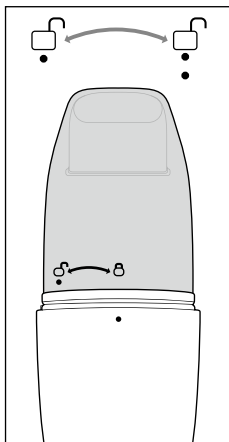
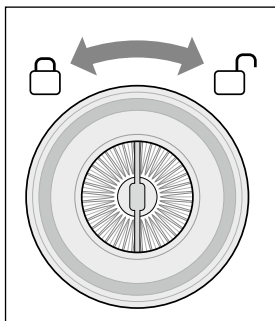

Fig. 6
Fig. 9
1. Al abrir el depósito de suciedad ❸, observe las marcas ● situadas bajo el símbolo □ del depósito de suciedad ❸ y en el borde del aparato. Sujete el aparato por el mango ❹ y gire el depósito de suciedad ❸ hasta que ambas marcas estén la una encima de la otra (consulte la fig. 6).
6. Vuelva a colocar el depósito de suciedad **3** en el aparato. Para ello, asegúrese de que las dos marcas ● situadas bajo el símbolo □ del depósito de suciedad **3** y en el borde del aparato queden la una sobre la otra (consulte la fig. 6). Gire el depósito de suciedad **3** hasta que la marca ● del borde del aparato quede debajo del símbolo □ del depósito de suciedad **3** y el depósito de suciedad **3** encastre audiblemente en el aparato.
- Cambie regularmente el filtro de polvo ❸ para garantizar el funcionamiento correcto e higiénico del aparato.
1. Extraiga el filtro de polvo ❸ con la carcasa del filtro ❹ del depósito de suciedad ❷ (consulte el capítulo **Vaciado del depósito de suciedad**).
2. Observe los símbolos de candado de la tapa del filtro de polvo ❸. Gire el filtro de polvo ❸ hacia la derecha hacia el símbolo  y tire de este para extraerlo de la carcasa del filtro ❹ (consulte las figs. 9 y 10).
- Si desea cambiar el filtro de polvo ❸, omita los pasos 3 y 4 y pase directamente al paso 5.
3. Agite el filtro de polvo ⑤ y la carcasa del filtro ④ en el contenedor de basura para vaciarlos.
4. Limpie el filtro de polvo ⑤ y la carcasa del filtro ④ con agua corriente y deje que se sequen completamente al aire.
5. Vuelva a colocar el filtro de polvo ⑤ en la carcasa del filtro ④ y gírelo hacia la izquierda hacia el símbolo  hasta que encastre firmemente en la carcasa del filtro ④ (consulte la fig. 9).
6. Vuelva a colocar el filtro de polvo ⑤ con la carcasa del filtro ④ en el depósito de suciedad ③. Para ello, asegúrese de que el filtro de polvo ⑤ quede en posición recta en el depósito de suciedad ③ y de que la junta de goma cierre el depósito de suciedad ③.
7. Vuelva a colocar el depósito de suciedad ③ en el aparato. Para ello, asegúrese de que las dos marcas ● situadas bajo el símbolo  del depósito de suciedad ③ y en el borde del aparato queden la una sobre la otra (consulte la fig. 6). Gire el depósito de suciedad ③ hasta que la marca ● del borde del aparato quede debajo del símbolo  del depósito de suciedad ③ y el depósito de suciedad ③ encastre audiblemente en el aparato.